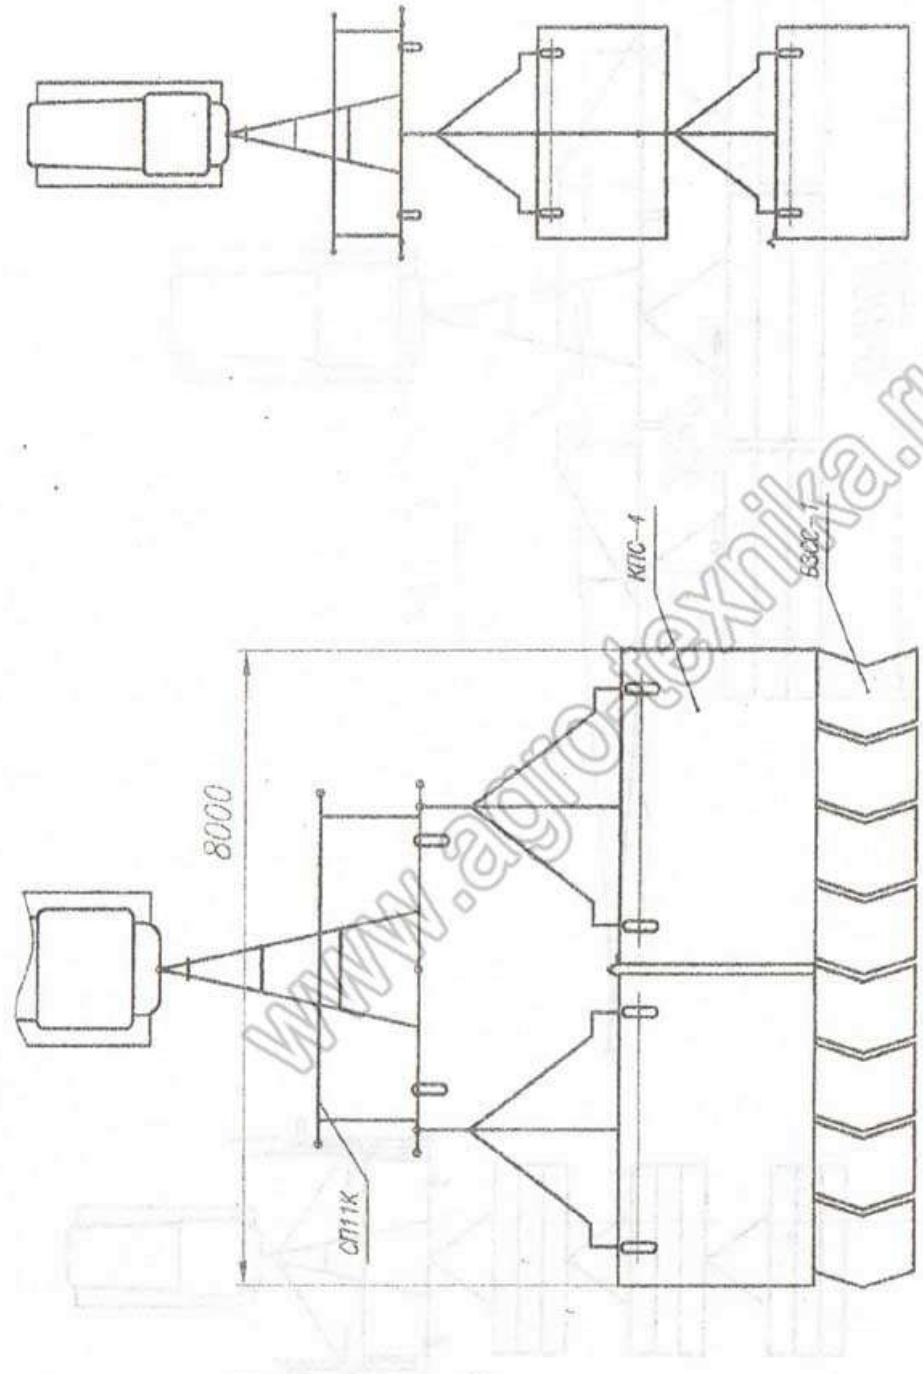
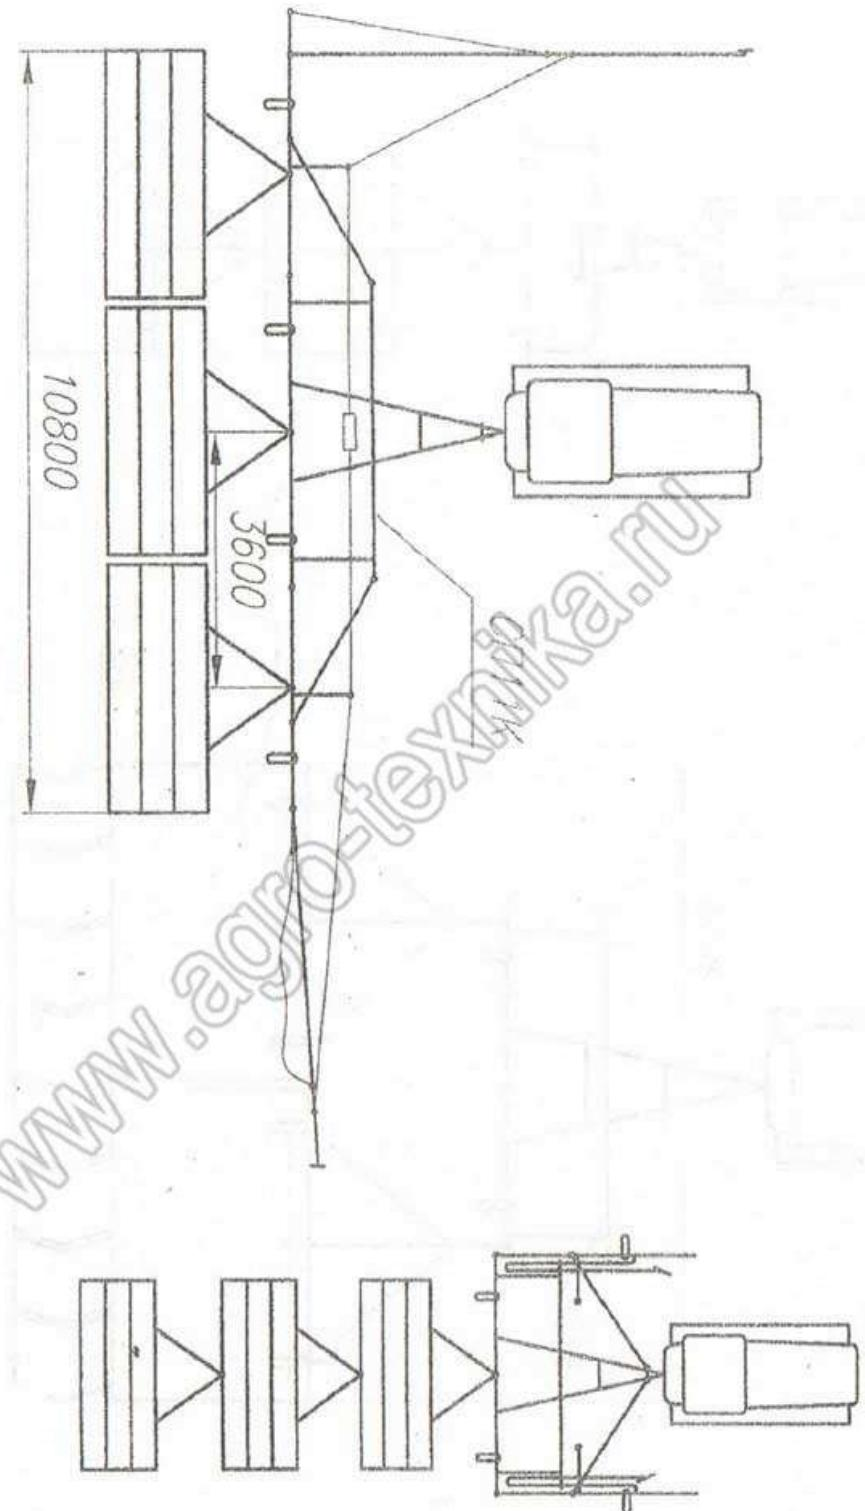

Рис. 14 Схема агрегации цепкии с культиваторами (рабочее и транспортное положение)
Рис.15 Схема агрегатирования спектки с сеялками СЗП-3,6 (рабочее и транспортное положения)
- Сборку вести согласно выбранной схеме (рис.14; рис.15).